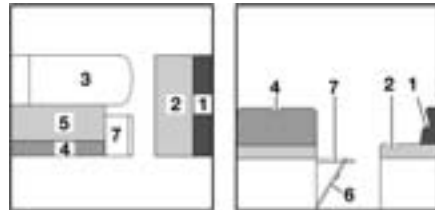

Bild 124 Während des Umbaus
- Sitzbankverlängerung (Bild 124,7) nach oben klappen und mit Klappe verkeilen.
- Das Sitzpolster (Bild 124,2) der Längssitzbank zur Mitte ziehen.
- Das Rückenpolster (Bild 124,1) der Längssitzbank zwischen das Sitzpolster und die Wand legen.
- Das Sitzpolster (Bild 124,5) nach vorn auf den Tisch ziehen.
- Das Rückenpolster (Bild 124,4) abnehmen und beiseite legen.